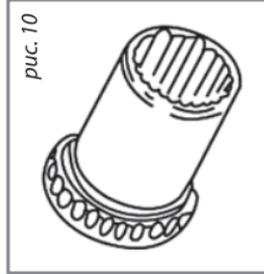
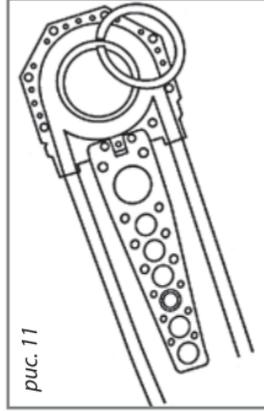

рис. 10
рис. 11
- Выберите муфту передаточного механизма (рис. 10). Установите ее на редуктор и зафиксируйте с помощью пружинного кольца, которое входит в комплект (рис. 11).